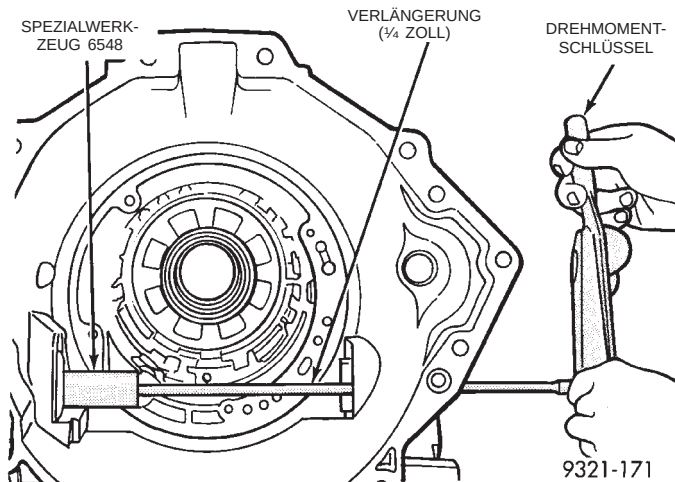

Abb. 320 Spezialwerkzeug 6548
(29) Spezialwerkzeug 6548 einsetzen (Abb. 320). Mit diesem Werkzeug wird das Losbrechmoment des Differentials gemessen.